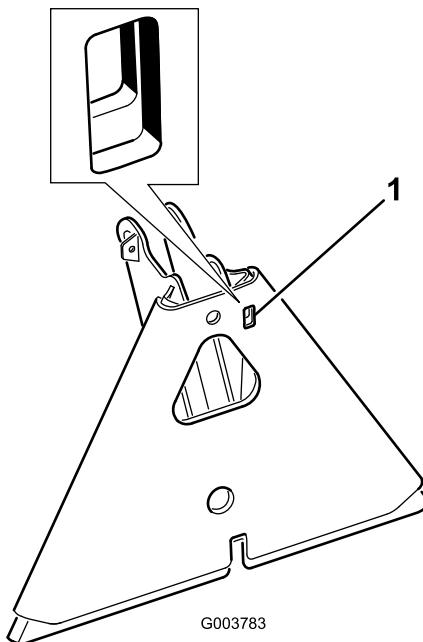

Figura 9
**Nota:** Se l'adattatore dell'attrezzo dovesse bloccarsi sull'adattatore del trattore, inserite una barra o un cacciavite nell'apposita fessura per sbloccare le parti (Figura 9).